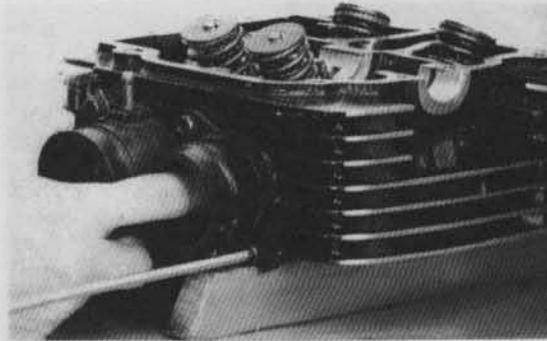

Bild 139
- Vergaseransaugstutzen mit möglichst wenig Überstand zum Zylinderkopf anbringen (Bild 139).